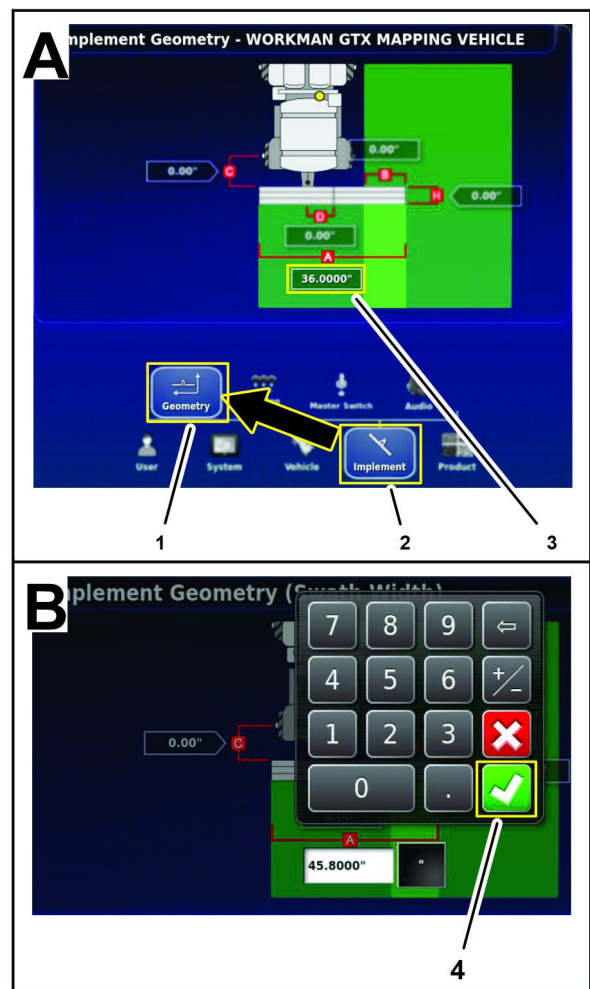

图 195
1. 按机具图标和几何形状图标 图 195。
2. 按总宽度图标 A 用显示屏键盘输入您在 测量机具几何形状 \(页码 79\) 中记录在机具几何形状表中的测量值然后按“确认”图标 图 195。